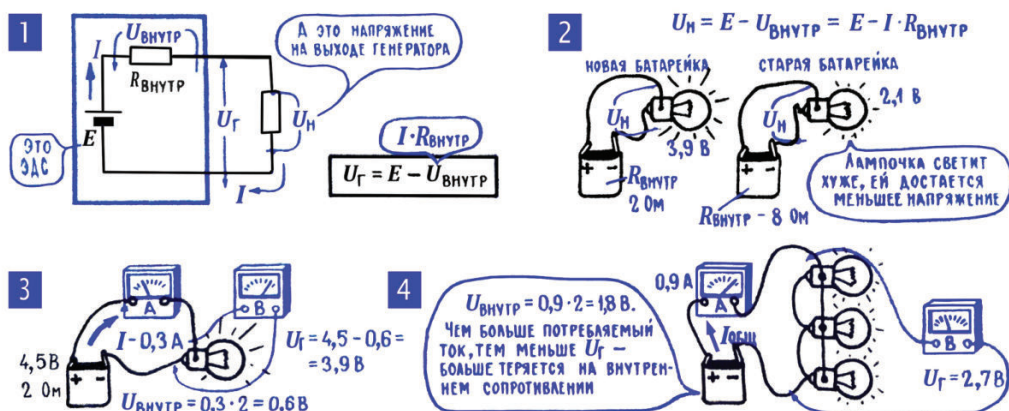

Рис. 4.10. Переход от ЭДС генератора к напряжению
9. Чем больше потребляемый ток, тем меньше напряжение на выходе генератора. Внутреннее сопротивление генератора $R_{\text{внутр}}$ — такой же элемент цепи, как и все остальные. И на нем так же, как и на других участках, создается какое-то напряжение (рис. 4.10). При этом всей внешней цепи теперь уже достается напряжение несколько меньшее, чем ЭДС, меньшее как раз на величину внутреннего падения напряжения. Если увеличится потребляемый от генератора ток, то в полном согласии с законом Ома увеличится и внутреннее падение напряжения в генераторе, а значит, уменьшится напряжение $U_{\text{г}}$ на выходе генератора (рис. 4.10; 3, 4). Чтобы изменение нагрузки как можно меньше влияло на выходное напряжение генератора, его внутреннее сопротивление стараются свести к минимуму.
Кстати, напряжение на выходе батарейки уменьшается и при ее старении, так как со временем увеличивается $R_{\text{внутр}}$ (рис. 4.10; 4).